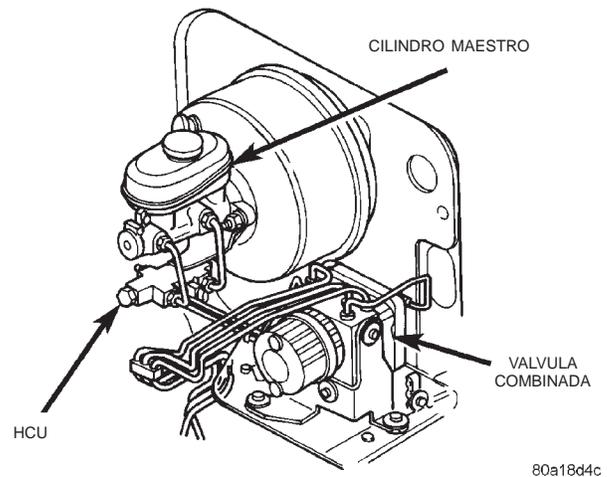

Fig. 6 Tubos de frenos de la HCU
- (1) Desconecte y aisle el terminal negativo de la batería.
- (2) Desconecte los conectores del mazo de la HCU.
- (3) Retire todos los tubos de freno de la HCU (Fig. 6).